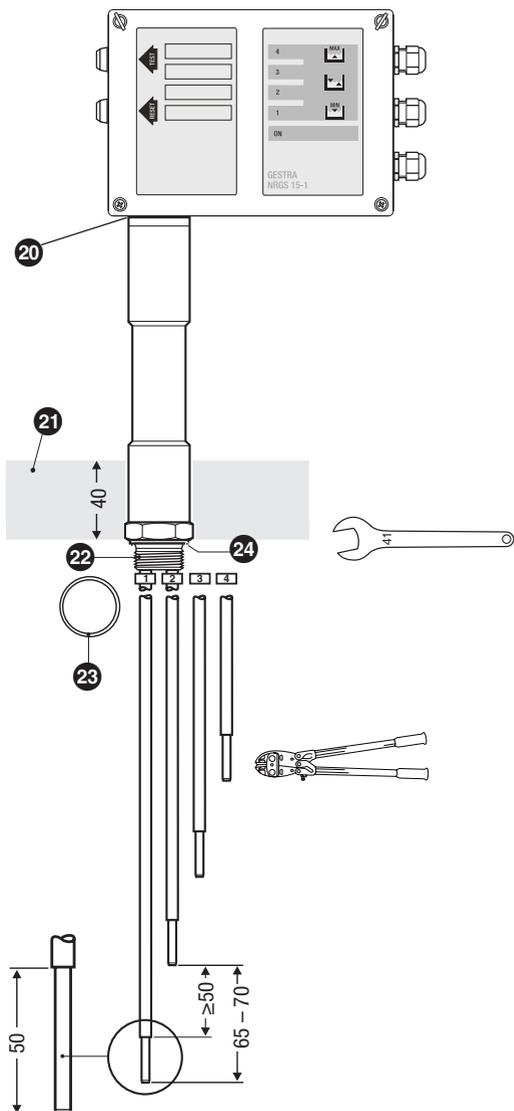

Fig. 5
- Réaliser le calorifugeage de la chaudière dans la zone de l'indicateur de niveau (voir **Fig. 5**) jusqu'à une épaisseur max. de 40 mm.
10. Isoler la chaudière dans la zone de l'indicateur de niveau (voir **Fig. 5**) jusqu'à une épaisseur max. de 40 mm.